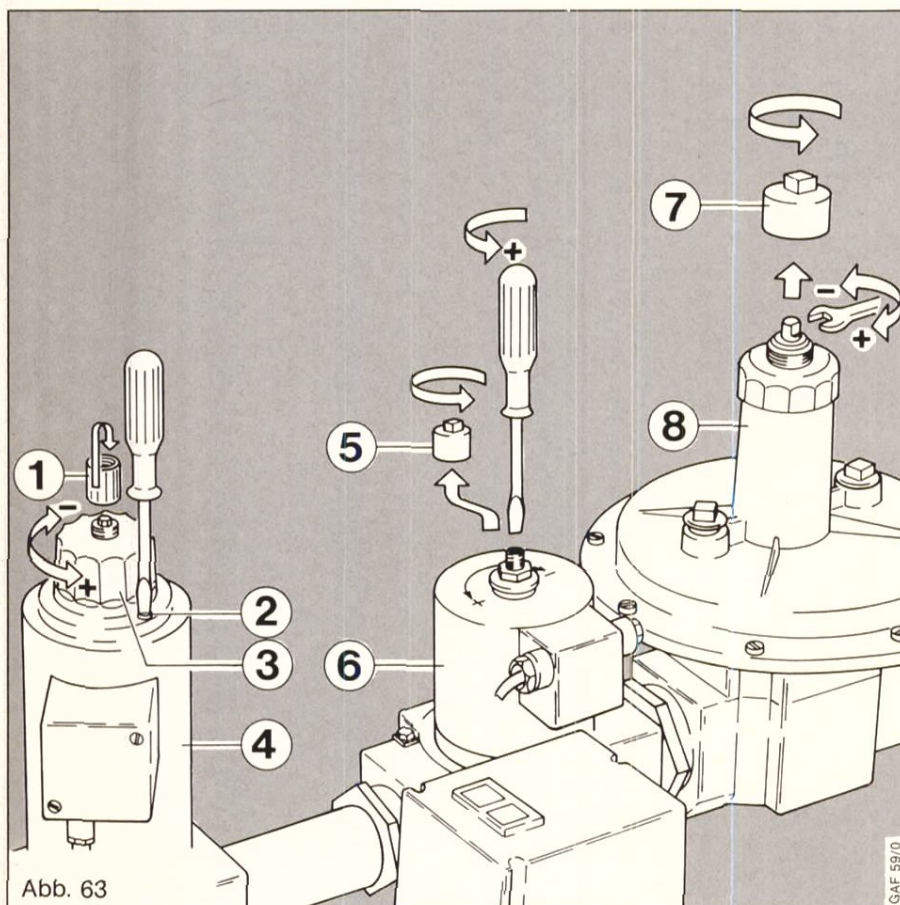

Abb. 63
Am Druckregler (8) Abb. 63 kann nach abschrauben der Kappe (7) die Hauptgasmenge eingestellt werden.
Kappe (5) Abb. 63 abschrauben, Kontermutter lösen und mit einem Schraubendreher die Einstellschraube auf links Anschlag (+) drehen. Kontermutter festziehen und Kappe (5) wieder aufschrauben.